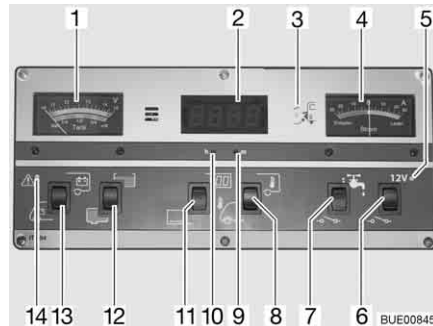

Fig. 172 Pannello di controllo IT 994
Per l'indicatore volt/serbatoio (Fig. 172,1) leggere la scala superiore. L'indicatore si illumina automaticamente appena viene premuto un interruttore.
- Premere l'interruttore a bilico (Fig. 172,13) in basso: Viene indicata la tensione della batteria di avviamento.
- Premere l'interruttore a bilico (Fig. 172,13) in alto: Viene indicata la tensione della batteria dell'abitacolo.
Per l'indicatore volt/serbatoio (Fig. 172,1) leggere la scala inferiore. L'indicatore si illumina automaticamente appena viene premuto un interruttore.
- Premere l'interruttore a bilico (Fig. 172,12) in alto: Viene indicato il livello del serbatoio dell'acqua.
- Premere l'interruttore a bilico (Fig. 172,12) in basso: Viene indicato il livello del serbatoio delle acque grigie.
La spia luminosa rossa ALARM (Fig. 172,14) inizia a lampeggiare non appena la tensione della batteria dell'abitacolo scende al di sotto di 11 V (misurazione durante il normale esercizio) con conseguente rischio che la batteria si scarichi troppo.
- Premere l'interruttore a bilico (Fig. 172,11) in alto: L'indicatore dell'orologio digitale si accende. L'indicatore per la temperatura è pronto al funzionamento.
- Premere l'interruttore a bilico (Fig. 172,11) in basso: L'indicatore dell'orologio digitale e l'indicatore di temperatura sono spenti.
- Premere con un oggetto sottile, p. es. con la punta di una matita, nell'apertura per l'indicazione delle ore (Fig. 172,10) finché non viene visualizzato il numero dell'ora desiderata.
- Premere con un oggetto sottile, p. es. con la punta di una matita, nell'apertura per l'indicazione dei minuti (Fig. 172,9) finché non viene visualizzato il numero dei minuti desiderato.
- Premere l'interruttore a bilico (Fig. 172,8) in alto: Viene indicata la temperatura interna.
- Premere l'interruttore a bilico (Fig. 172,8) in basso: Viene indicata la temperatura esterna.
Sullo strumento indicatore di corrente (Fig. 172,4) appare in permanenza la corrente attualmente erogata dalla batteria. L'indicatore si illumina automaticamente appena viene premuto un interruttore.
L'interruttore principale a 12 V (Fig. 172,6) inserisce o disinserisce il pannello di controllo e l'alimentazione a 12 V dell'abitacolo.
Accensione: ■ Premere l'interruttore a bilico (Fig. 172,6) in alto: L'alimentazione a 12 V dell'abitacolo è inserita. La spia di controllo (Fig. 172,5) diventa verde.
Spegnimento: ■ Premere l'interruttore a bilico (Fig. 172,6) in basso: L'alimentazione a 12 V dell'abitacolo è disinserita. La spia di controllo (Fig. 172,5) si spegne.
La spia di controllo a 12 V (Fig. 172,5) si accende non appena l'interruttore principale a 12 V (Fig. 172,6) viene inserito.
La spia gialla di controllo a 230 V (Fig. 172,3) si accende quando all'ingresso della centralina elettrica è presente una tensione di rete.
Accensione: ■ Premere l'interruttore a bilico (Fig. 172,7) in alto: L'alimentazione idrica è accesa.
Spegnimento: ■ Premere l'interruttore a bilico (Fig. 172,7) in basso: L'alimentazione idrica è spenta.